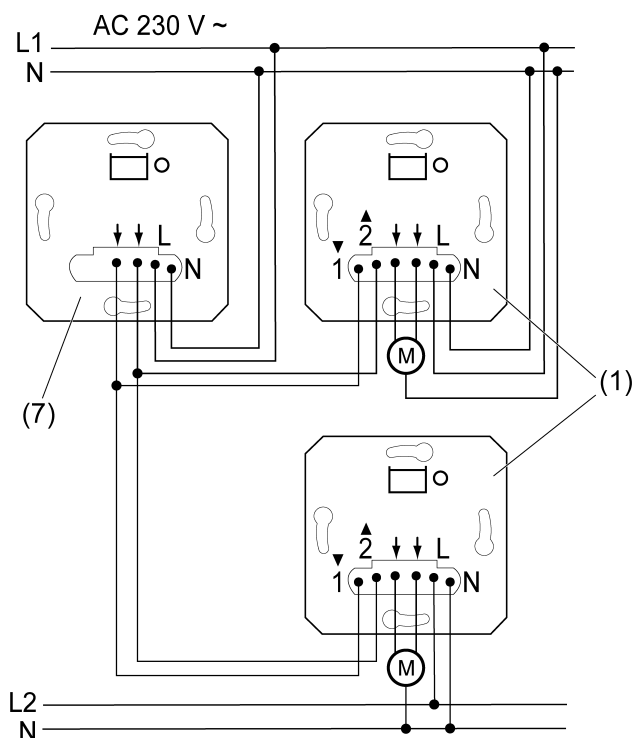

Bild 4: Anslutningsexempel för gruppstyrning
Jalusiinsatsen kan integreras i en gruppstyrning (Bild 4), antingen för lokal styrning (1) eller som centralenhet (7).
- Anslut enheterna enligt anslutningsexemplet (Bild 4). Jalusiinsatserna kan även vara anslutna till olika yttre ledningar.